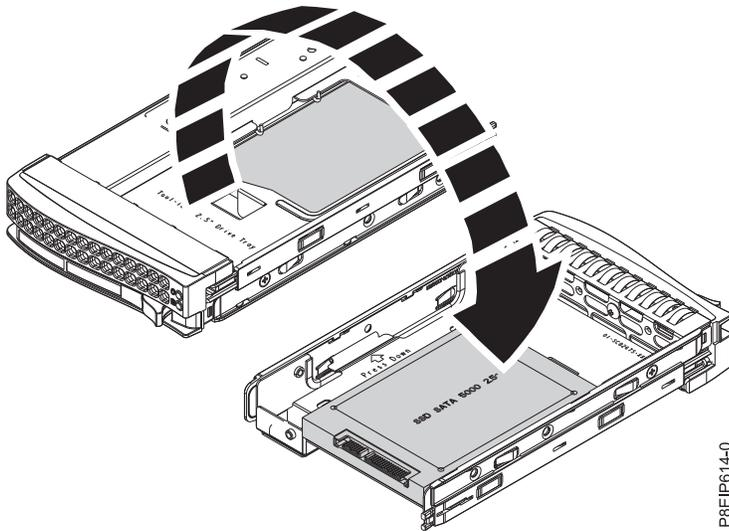

図 17. 2.5 型トレイを裏返しにする
- a. トレイを裏返して、上面を下に向けます (22 ページの図 17 を参照)。